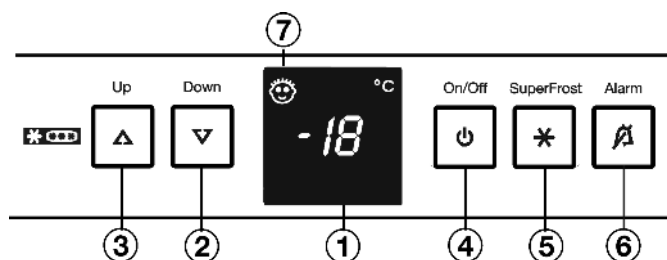

Fig. 2
- нажмите кнопку On/Off Fig. 2 (4).
- Активация режима настройки: удерживайте кнопку SuperFrost Fig. 2 (5) прибл. 5 секунд.
- Кнопкой настройки Up Fig. 2 (3) или кнопкой настройки Down Fig. 2 (2) выберите h.
- Подтвердить: Коротко нажмите кнопку SuperFrost Fig. 2 (5).
- Увеличение яркости индикации: нажмите кнопку настройки Up Fig. 2 (3).
- Уменьшение яркости индикации: нажмите кнопку настройки Down Fig. 2 (2).
- Подтвердить: нажмите кнопку SuperFrost Fig. 2 (5).
- Выход из режима настройки: нажмите кнопку On/Off Fig. 2 (4).